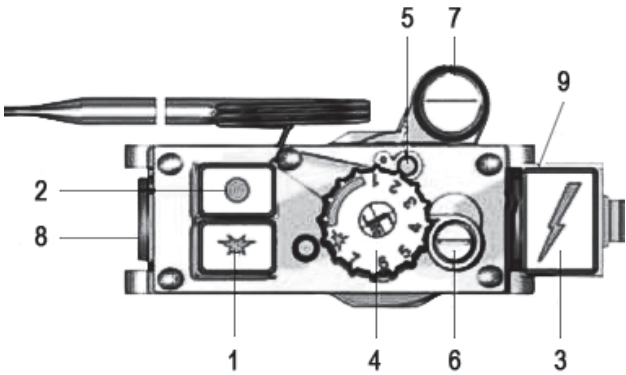
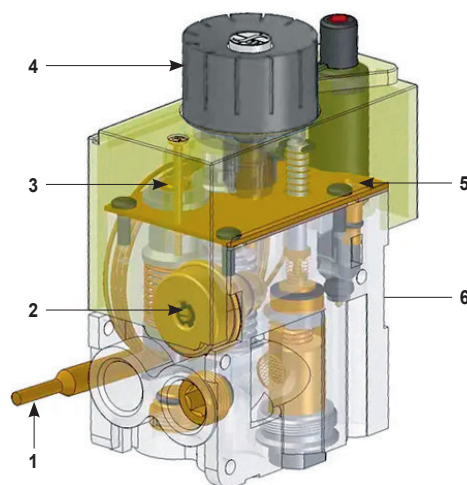

Рис. 10. Газовый блок FERROLI 710
Рис. 11. Газовый блок TGV 307
- Медленно повернуть ручку управления (рис. 10, 11 поз. 4) по часовой стрелке в положение минимальной мощности (близко к положению выключения основной горелки) и в этом положении минимального расхода контролировать давление газа на выходе, которое должно быть не менее 3,5 мбар (350 Па). При необходимости произвести корректировку. При повороте винта настройки (рис. 11 поз. 3) на TGV 307 или (рис. 10 поз. 6) на FERROLI 710 против часовой стрелки давление газа увеличивается.
- После проверки и настройки выходного давления при минимальном расходе, перевести ручку управления (рис. 10, 11 поз. 4) в положение «7».
- Контролировать давление газа на выходе, которое должно быть в диапазоне 9-10 мбар (900-1000 Па). При необходимости произвести корректировку. При повороте винта настройки (рис. 11 поз. 2) на TGV 307 или винта под заглушкой (рис. 10 поз. 7) на FERROLI 710 по часовой стрелке давление газа увеличивается.